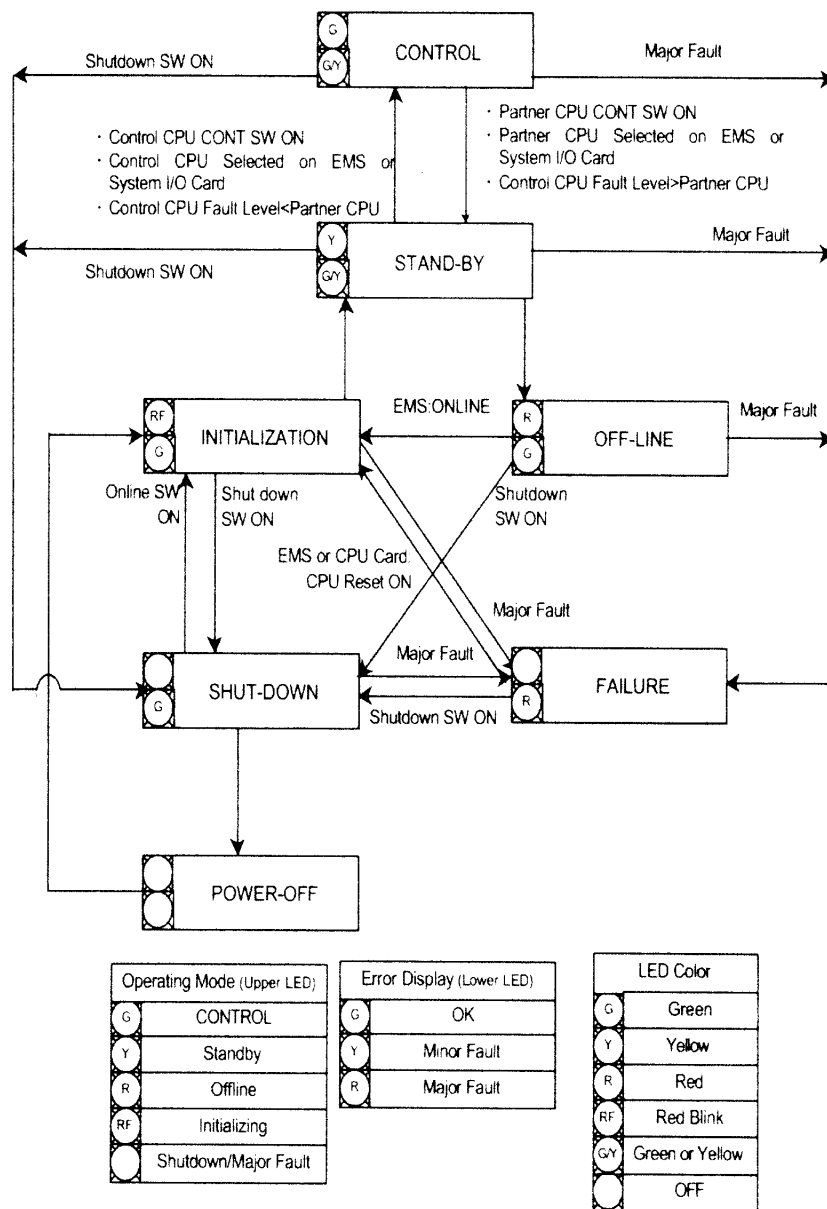

Fig. 1.3-1 CPU State Transitions
(1) CPU 運轉模式如下列各項
(2) CPU 發生故障或是手動切換運轉模式之路徑及燈號之顯示，如圖 Fig1.3-1 所示